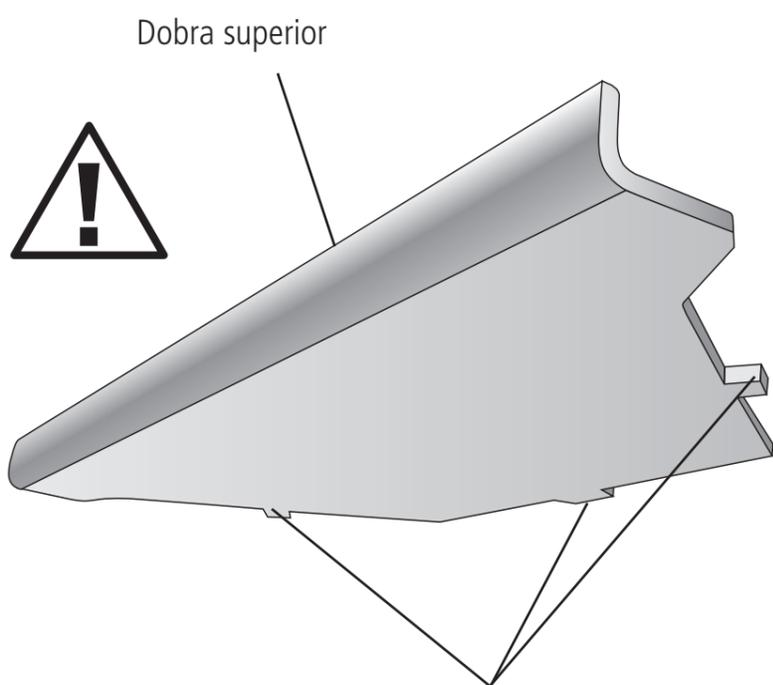

Fig.7
- Vire o retentor de chama em modo que os três ganchos de apoio estejam direcionados para a parte interna da lareira e a dobra frontal direcionada para o alto. (Fig.7)